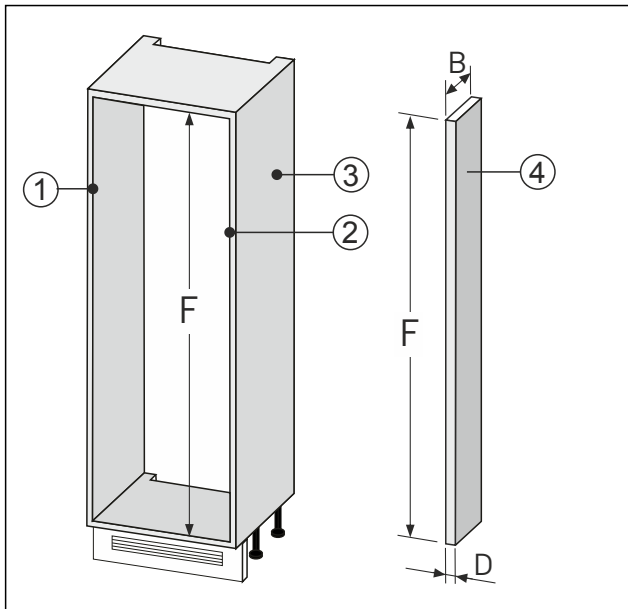

Fig. 92
- Wandausgleich Fig. 92 (4) nach oben genannten Maßen anfertigen.